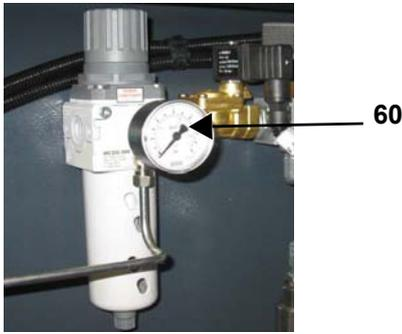

Рис. 15
**ВНИМАНИЕ:** Давление, считываемое на манометре 60, должно составлять от 5 до 10 бар.(Рис. 15 )